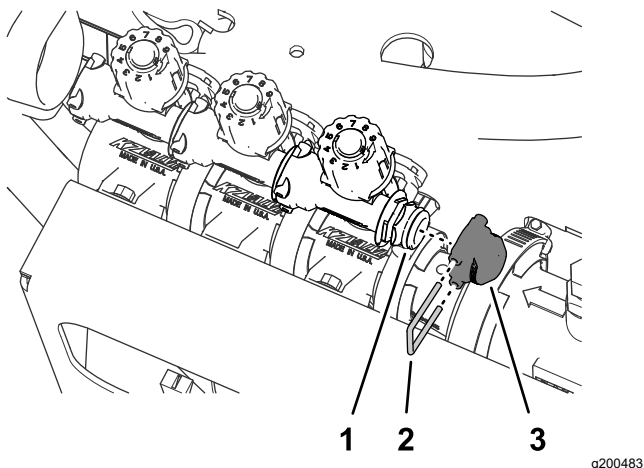

Figura 65
3. Retire la horquilla de retención que sujeta el tapón al acoplamiento rápido de la válvula de desvío, y retire el tapón (**Figura 65**).